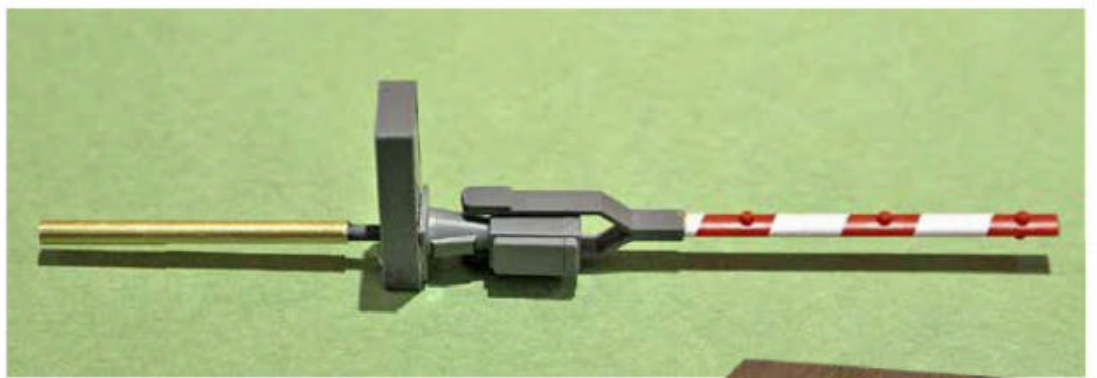

FIGURE 15.
► La **figure 15** montre le mécanisme de la tige de commande renforcée par tube 1.